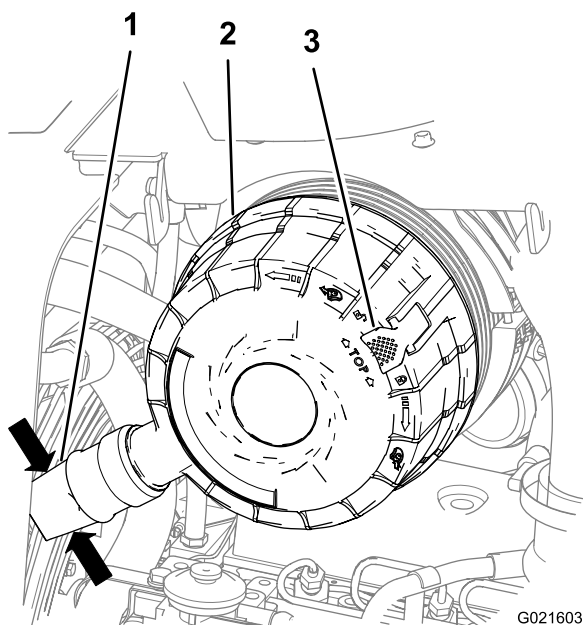

Figure 47
Serrez les côtés de la valve à poussière pour évacuer l'eau, la poussière ou les saletés éventuellement accumulées (Figure 47).
- Tirez le verrou du couvercle de filtre à air vers l'extérieur (Figure 47).
3. Faites pivoter le couvercle du filtre dans le sens horaire pour placer le capuchon antipoussière à la position 8 heures (Figure 47).
4. Poussez vers l'intérieur le verrou situé sur le couvercle du filtre à air jusqu'à ce qu'il soit complètement engagé (Figure 47).